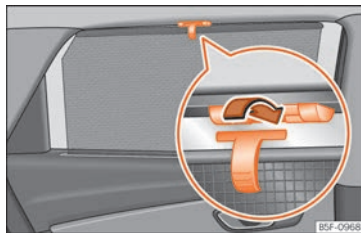

Fig. 155 Ventanilla trasera: cortina parasol.
- Desenrolle la persiana y engánchela en el gancho situado en el centro del marco superior de la puerta »» fig. 155.